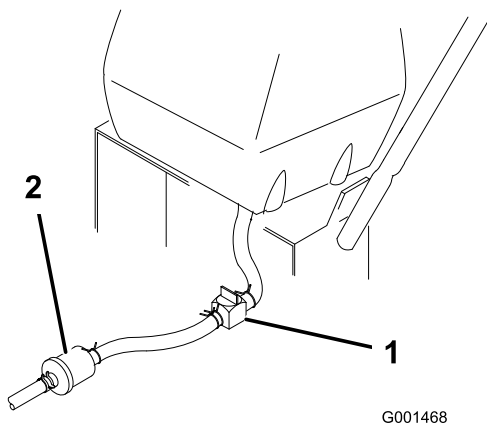

Figura 34
2. Cierre la válvula de cierre de combustible del depósito de combustible (Figura 34).
3. Apriete los extremos de la abrazadera y deslícela por el tubo alejándola del filtro (Figura 34).
4. Retire el tubo de combustible del filtro (Figura 34).
3. Cierre la válvula de cierre de combustible del depósito de combustible (Figura 34).
7. Abra la válvula de cierre de combustible del depósito de combustible (Figura 34).